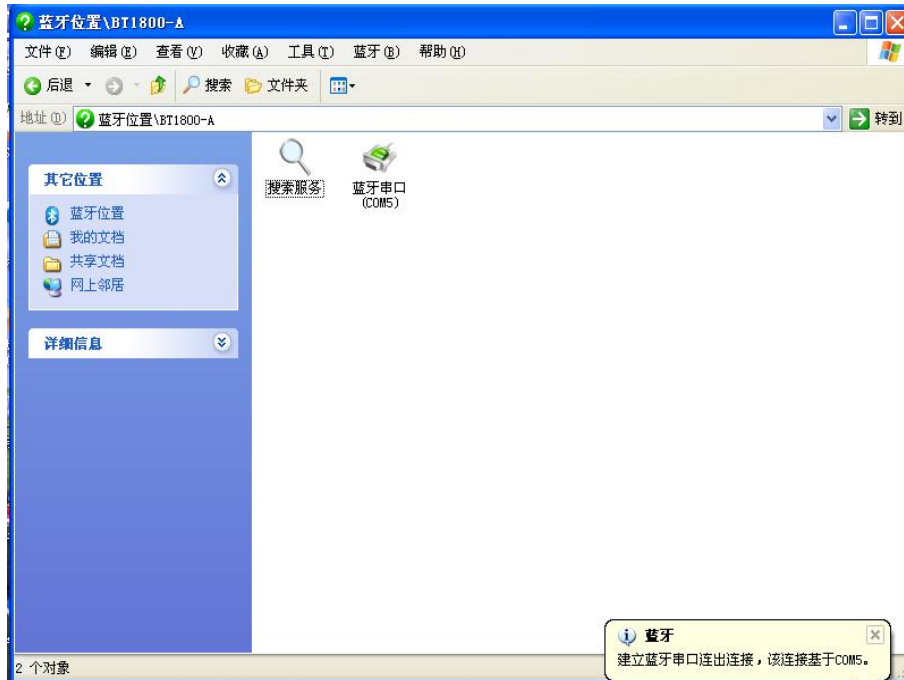

图 28
3.10 双击蓝牙串口后系统开始连接，如果原先的图标由蓝色变为绿色表示连接成功，连接成功后将自动分配蓝牙串口 COM 端，如图 28，图为 COM5。